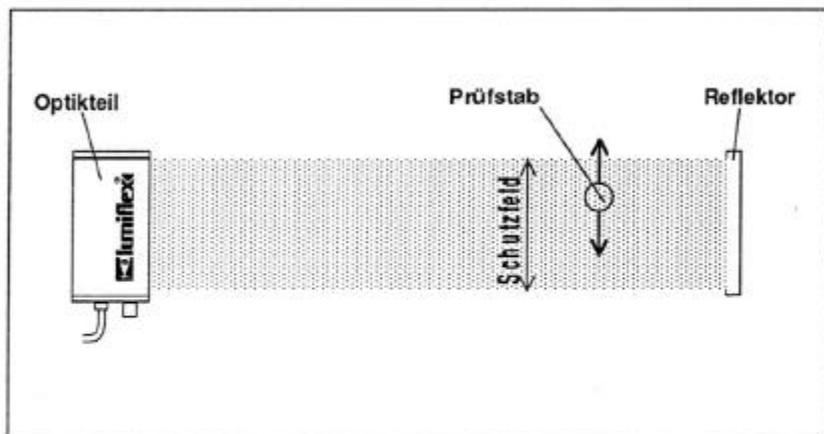

Abbildung 11-1 Der Prüfstab ist langsam durch das gesamte Schutzfeld zu führen.
- 11.2 Tägliche Kontrolle** Bei Produktionsbeginn oder bei Schichtwechsel ist durch den Verantwortlichen der Prüfstab auf der Reflektorseite langsam durch das gesamte Schutzfeld zu führen (Abbildung 11-1). Leuchtet dabei auch nur an einer Stelle die grüne Anzeige-LED auf, ist sofort der Vorgesetzte zu verständigen und die Arbeit an der Maschine einzustellen.